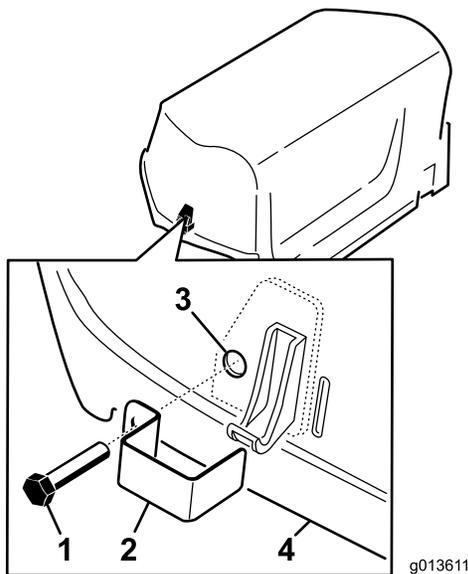

Bild 5
1. Befestigen Sie einen Sperrriegel mit einer Blechschraube (zwei insgesamt) über die linken und rechten Haubenriegel (Bild 5).
2. Schrauben Sie eine innenverzahnte Unterlegscheibe mit einer Zange und einem einstellbaren Schraubenschlüssel auf jede Schraube (ein bis zwei Gewindeumdrehungen), um die Schrauben zu sichern (Bild 5).